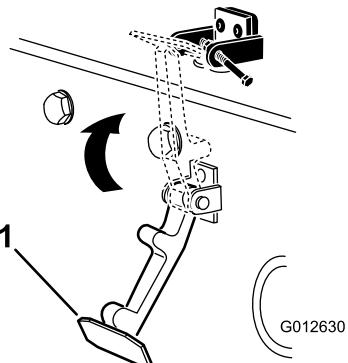

Figura 15
6. Agganciate il fermo sulla relativa staffa (Figura 15).